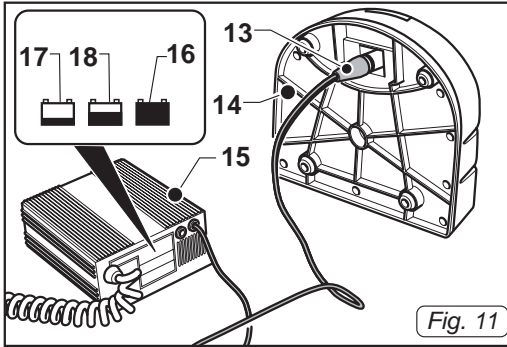

Fig. 11
- Forbind kablet (13 Fig.11) til batteripakken (14 Fig.11).
- Slut opladeren til stikket (15 Fig.11).
Tilslutning af strømkabel (15 Fig.11), før du tilslutter kablet (13 Fig.11) til batteri (14 Fig. 11) opladeren VIRKER IKKE.
- Den opladere (15 Fig.11) lys blinker to gange førte den "grønne" (16 Fig.11) angiver velfungerende, så LED vil slå "Red" (17 Fig.11) eller "gul" (18 Fig.11) afhængigt af tilstanden af batteriet.
- Når opladeren LED lys på den grønne (16 Fig. 11) batterierne bliver opladet.
Efterlad aldrig kablet (13 Fig.11) er forbundet til batteriet med netværkskabel trækkes ud af laderen, den battery kunne aflades og ødelægges.